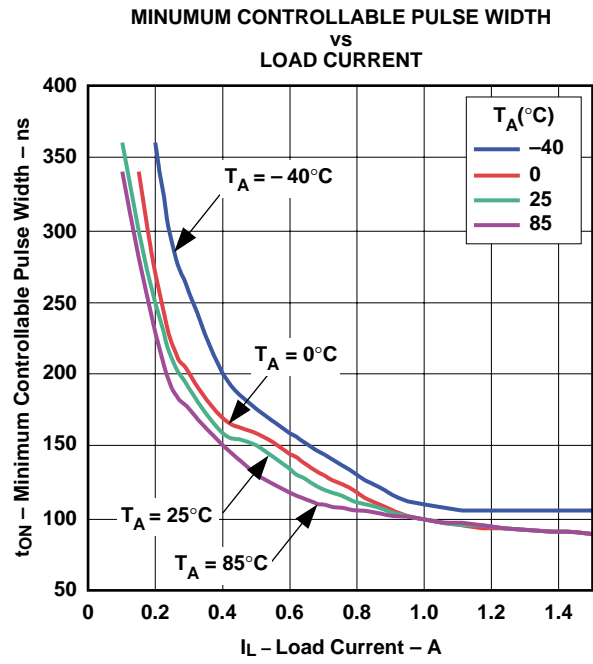

図 14
(3) 設計で確認されています。実製品のテストは行っていません。
(4)  $I_{SWx}$  ピーク電流が1A未満の場合については、図14を参照してください。